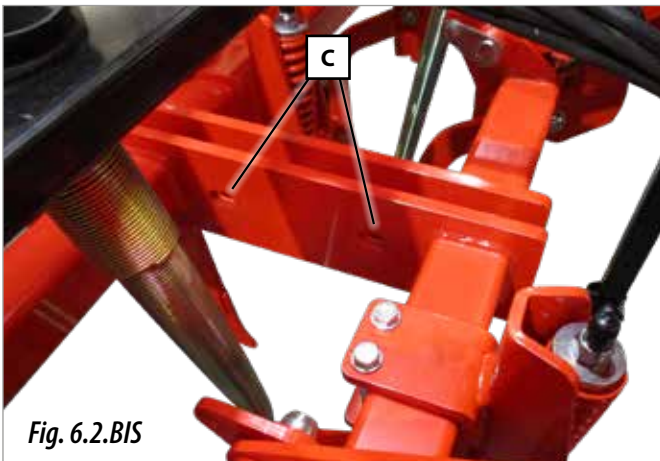

Fig. 6.2.BIS
- 2- Sacar el pasador (3, Fig. 6.2) y el bulón (4, Fig. 6.2).
- 4- Colocar el bulón (4, Fig. 6.2) y el pasador (3, Fig. 6.2).
Existe la posibilidad de unir los dos trenes de siembra, para ello se deberán instalar 4 tornillos de rosca métrica 20 por 70 milímetros de longitud, en la parte interior de los trenes en los agujeros específicos (Fig. 6.2.BIS). Los tornillos de unión no se suministran con la máquina.